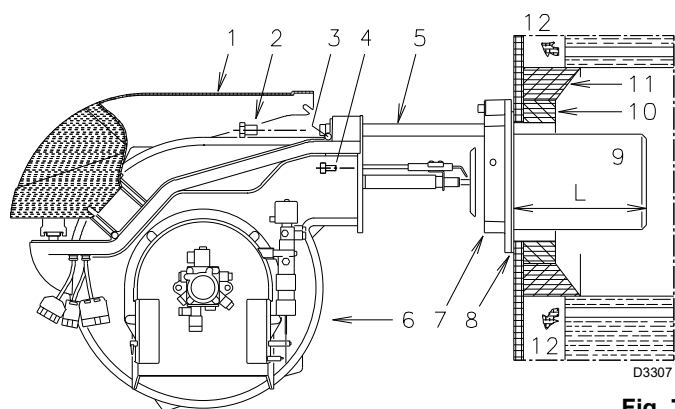

Fig. 7
5.4 Lunghezza boccaglio (Fig. 7)
Per le caldaie con il frontale raffreddato ad acqua non è necessario il rivestimento refrattario (10)-11)(Fig. 7), se non vi è espressa richiesta del costruttore della caldaia.
Smontare il boccaglio 9)(Fig. 7) dal bruciatore 6):
Effettuata questa eventuale operazione, fissare la flangia 7)(Fig. 7) alla piastra della caldaia interponendo la guarnizione 8) data a corredo. Utilizzare le 4 viti pure date a corredo dopo averne protetto la filettatura con prodotti antigrippanti (grassi per alte temperature, compounds, grafite).